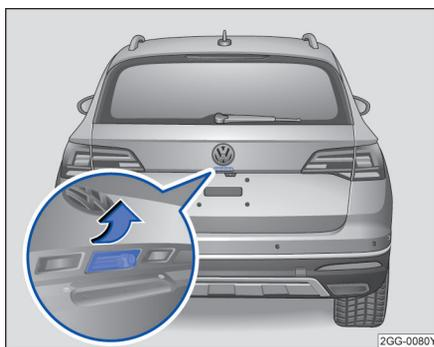

图 57 从车外打开行李厢盖。
钥匙在行李厢盖的有效感应范围内，可以直接通过按压行李厢盖上的按钮打开后盖 → 图 57。
- 向上拉起图示按钮 → 图 57，打开行李厢。